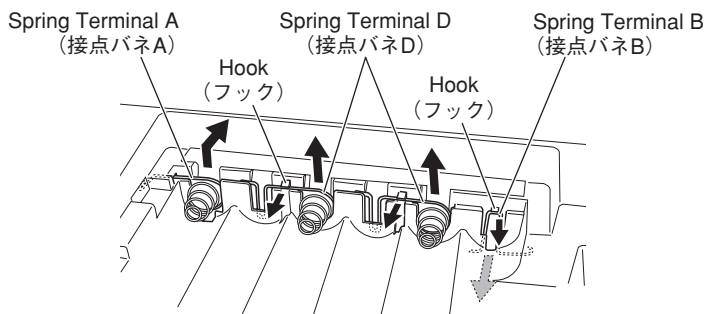
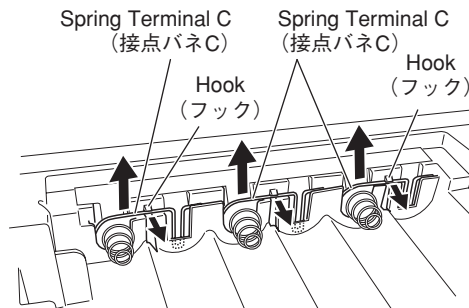

Fig. 9 (図9)
Fig. 10 (図10)
- 9-5 Lift the spring terminal A slightly and slide it rightward to remove it. (Fig. 9)
- 9-6 Remove the hook for the spring terminal B to pull it out from inside. (Fig. 9)
- 9-2 Remove the hooks to pull out the spring terminal C and spring terminal D. (Fig. 9, Fig. 10)
- 9-5 接点バネAは、上に少し引き上げ、右上にスライドして外します。(図9)
- 9-6 接点バネBは、フックを外して、内側から引き出します。(図9)
- 9-2 フックを外して、接点バネC、接点バネDを引き出します。(図9、図10)